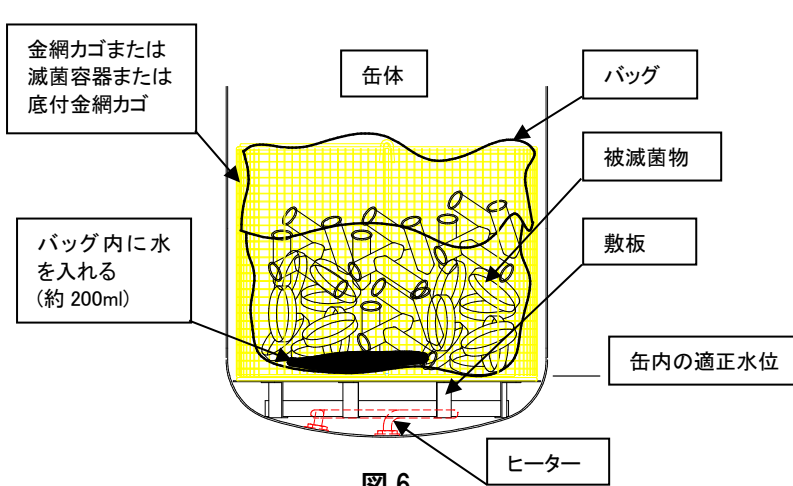
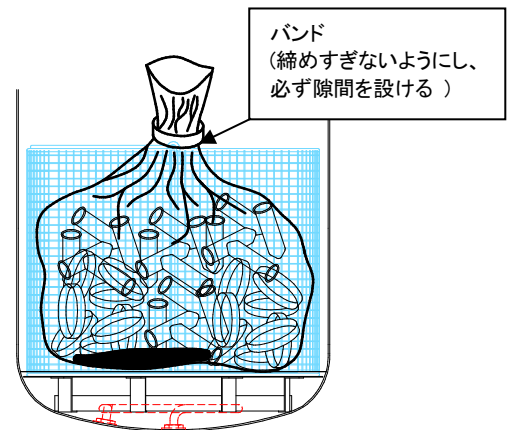

図 6
図 7
折り返したバッグ容積の 60%程度の内容量にとどめてください。(図 6)
- ❶ **バッグの口は必ず開いてください。(図 6, 図 7)**
- ❶ **確実な滅菌の為にバッグに 200ml 程度の水を入れてください。(図 6)**